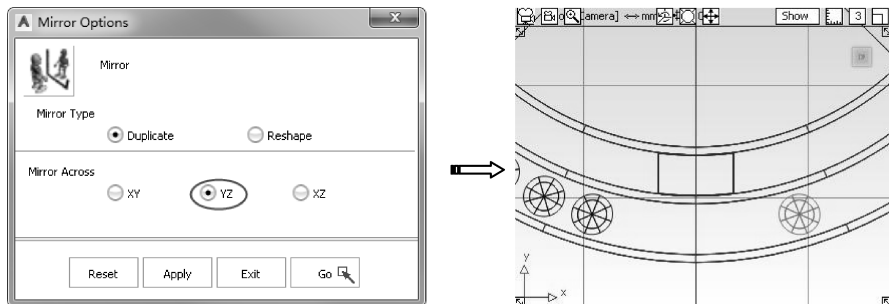

图 5-84 镜像副本
- 30 选择【Pick object】工具 ，在刚刚创建的三个小圆球里，仅选择最右边的那一个。在菜单栏中单击【Edit】|【Duplicate】|【Mirror】命令右侧图标 ，打开镜像副本对话框，在【Mirror Across】选项组中勾选【YZ】复选框，单击对话框下方的【Go】按钮，镜像副本，如图 5-84 所示。